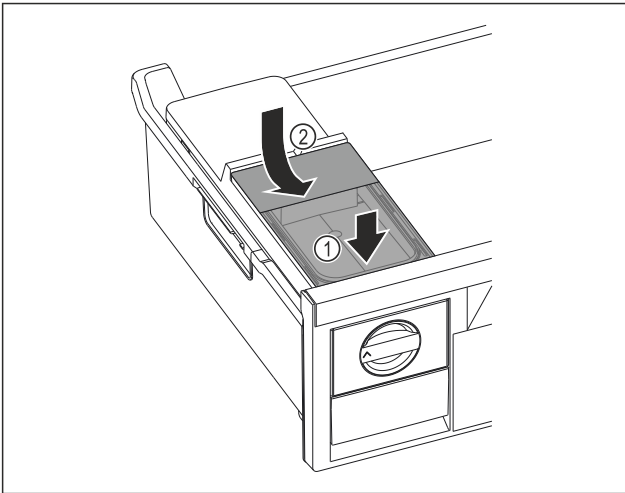

Fig. 43
- ▶ Wassertank vorne ansetzen. Fig. 43 (1)
- ▶ Wassertank hinten absenken. Fig. 43 (2)